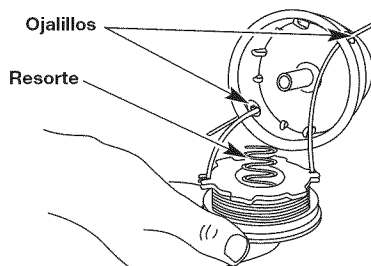

Fig. 21
- Inserte los extremos partidos de la línea a través de los ojallillos de la bobina exterior y coloque el carrete interior con el resorte dentro de la bobina exterior (Fig. 21). Empuje el carrete interior y la bobina exterior entre sí.
- Inserte los extremos de la línea en los ojallillos de la bobina exterior (Fig. 21).